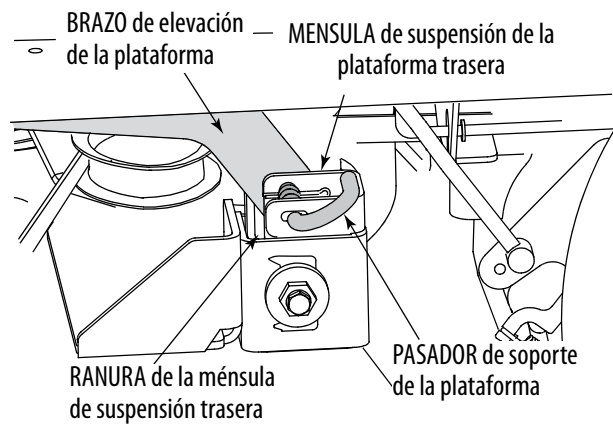

Figura 7-4
- Ubique los pasadores de soporte de la plataforma del lado izquierdo y del lado derecho que se encuentran a cada lado de la plataforma. Tire de los pasadores de soporte de la plataforma hacia afuera y fíjelos en posición desenganchada para liberar la plataforma de los brazos de elevación izquierdo y derecho del tractor. Vea la Figura 7-4.
- Levante los brazos de elevación de la plataforma sacándolos de las ranuras de la ménsula de suspensión trasera, levantando la manija de elevación de la plataforma del tractor a su posición más alta. Vea la Figura 7-4.
- Coloque la plataforma de modo que las ranuras de las dos ménsulas de suspensión trasera de la plataforma se alineen aproximadamente con los brazos de elevación de la plataforma del tractor. Vea la Figura 7-4.
- Tire de los pasadores de soporte de la plataforma hacia afuera y ubique la plataforma según sea necesario para alinear los orificios del brazo de elevación de la plataforma con los pasadores. Vea la Figura 7-4.